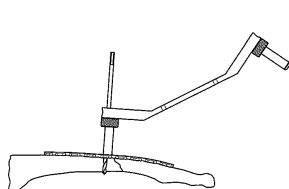

図3
- 1) 骨折部の整復後、プレートをあてがいイメージインテンシファイヤー (X 線透視) を確認しながら、2.5 ドリル NCP ポジショナー又は 2.5 ドリルガイドを用いて、2.5 ドリルにてドリル先端が反対側皮質から 2mm 程突出するまでドリリングします。(図3)